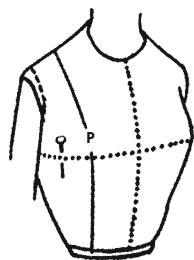

Рис. 22
6. Проверьте, **на месте ли высота груди** и проходит ли эта линия точно по наиболее выступающим точкам РР (рис. 22). Если нет, наметьте ее новое положение и при необходимости исправьте (для мини-манекена исправления линии груди не понадобятся).
7. Приколите макет к бюстгалтеру по **горизонтальной линии груди** сбоку, перед рукой, вытянутой вдоль туловища (рис. 22). Для этого просуньте пальцы под бюстгалтер, чтобы булавка прошла через него для более прочной фиксации.
13. **Вытачку от талии на перед** можно правильно подогнать лишь тогда, когда лиф плотно облегает фигуру на уровне груди. Для этого нужно сначала закрепить 2 булавки по бокам лифа на линии груди, как это показано на рис. 22.